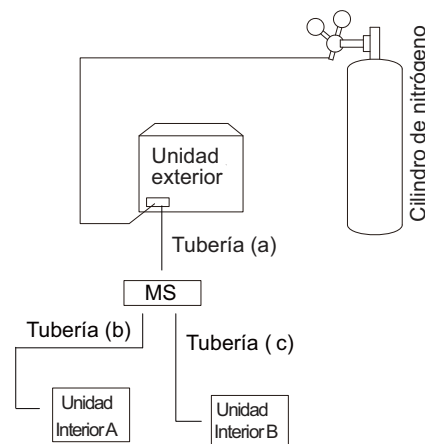

Fig. 5-16
- b) Soldar las tuberías de refrigerante y los distribuidores entre la(s) unidad(es) exterior(es) y la caja MS (tubería (a) en la Fig. 5-16), pero no conecte la tubería (a) a la caja MS.